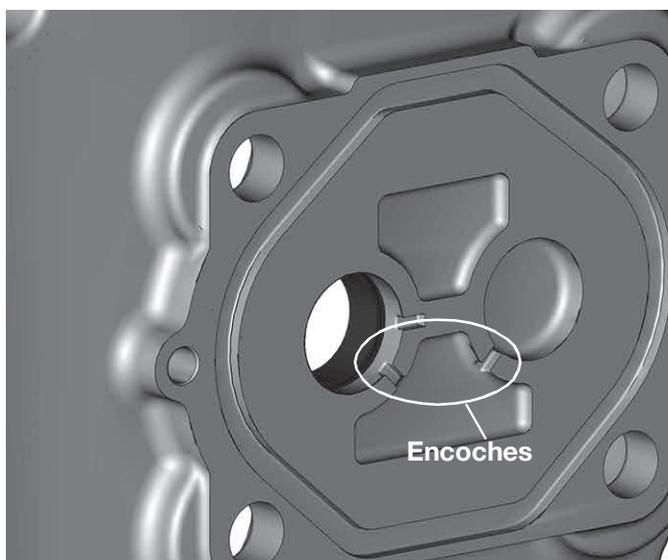
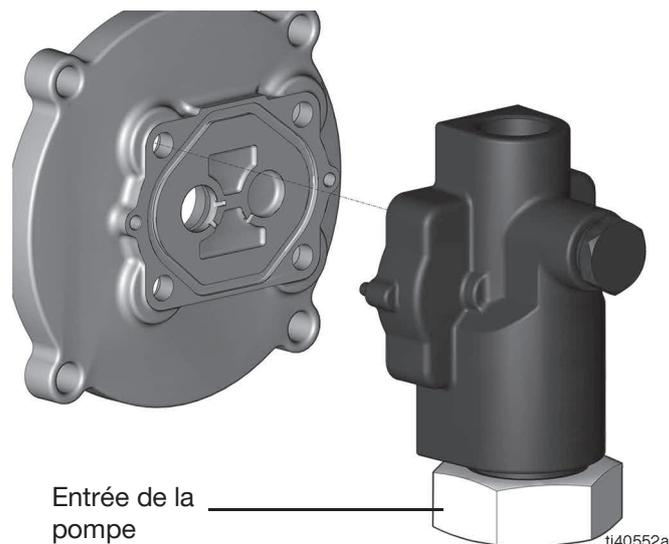

FIG. 12
FIG. 13
3. Positionnez la place d'adaptateur sur le boîtier de pompe avec que les encoches soient orientées vers l'entrée de pompe (FIG. 12 et FIG. 13).